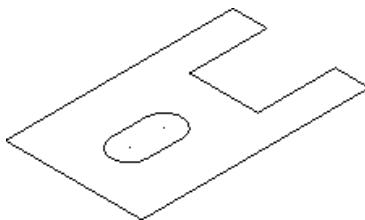

图 7-7 挤出实体实例
- 01 在“文件”工具栏中单击“打开文件”按钮 ，打开如图 7-7 所示的图形。